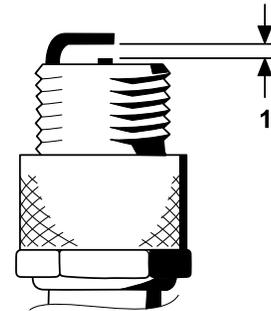

Рисунок 40
- Установите зазор между центральным и боковым электродами на 0,76 мм, как показано на Рисунок 40.